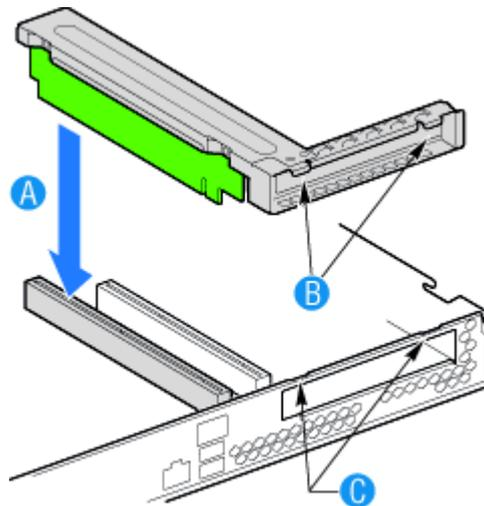

Figure 145: Installation de l'ensemble riser PCI
1. Abaissez l'ensemble riser afin de l'insérer par-dessus le connecteur de la carte d'extension. Reportez-vous à la lettre “A” dans Figure 145.